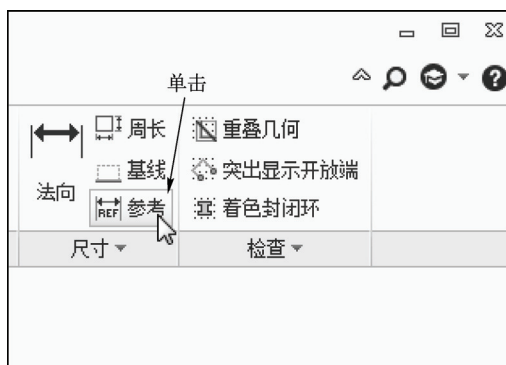

图 4-34 单击“参考”按钮
STEP 02 在功能区选项板的“草绘”选项卡中, 单击“尺寸”面板中的“参考”按钮, 如图 4-34 所示。